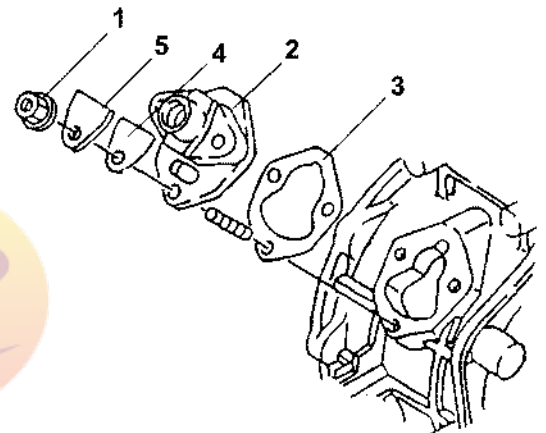

Рис. 45
1. Выкрутите специальную гайку насоса (Рис. 45, (1)) и выньте топливный насос высокого давления (Рис. 45, (2)).
2. Измените толщину Т с помощью регулировочной прокладки (Рис. 45, (3)) на основании измерений впрыска  $\theta$ .
3. Закрепите насос высокого давления, прокладку (Рис. 45, (4)) и крышку (Рис. 45, (5)) специальной гайкой насоса.